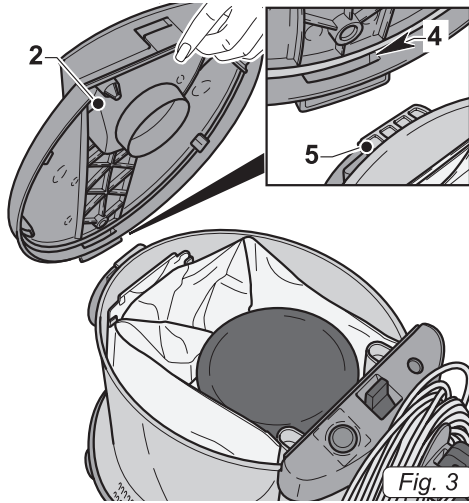
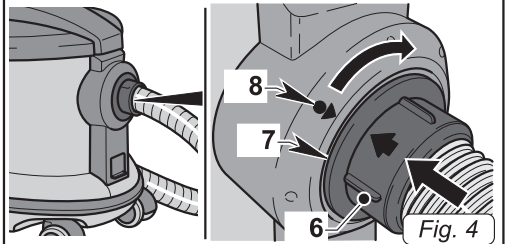

Fig. 3
Fig. 4
- Rimontare il coperchio (2 Fig. 3) inserendo la cava (4 Fig. 3) presente sul coperchio nella linguetta (5 Fig. 4) presente sul fusto; quindi spingerlo verso il basso fino a sentire il click di aggancio.
- Introdurre il manicotto con aggancio a bionetta (6 Fig. 4) nel foro (7 Fig. 4) del fusto facendo coincidere la freccia presente sul manicotto (6 Fig. 4) con la freccia (8 Fig. 4) presente sulla ghiera di aggancio; quindi ruotare il manicotto in senso orario fino a bloccarlo.